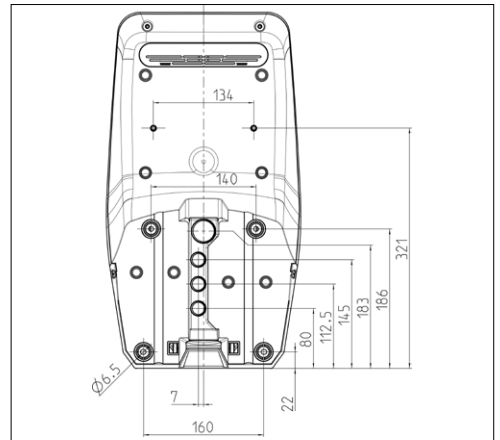

Fig. 10. Medidas de taladrado [mm]
- ▶ Marque los orificios de fijación utilizando la plantilla de taladrado suministrada o la figura „Fig. 10. Medidas de taladrado“.